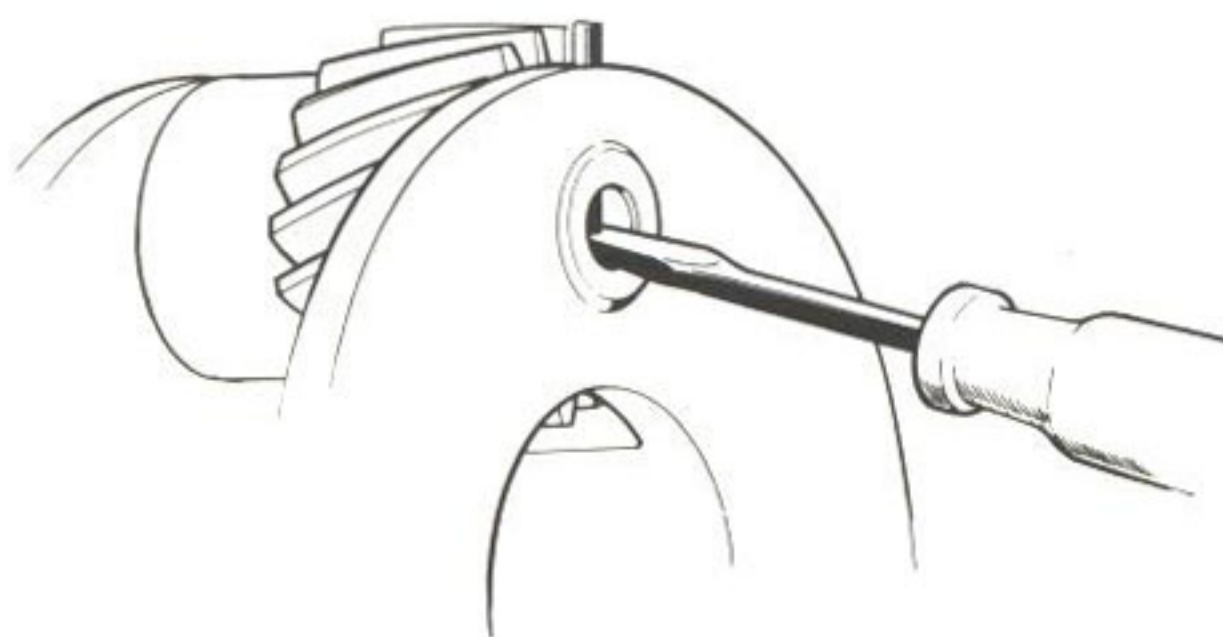

Bild 24. Demontering av låspinne
1. Bryt bort oljefångaren med en mejsel. Avlägsna låsstiften för planethjulsaxlarna genom att först trycka ut dem med en dorn eller dylikt, se bild 24, och därefter ta ut dem med en tång. Går inte detta borras stiften ur med ett passande borr.